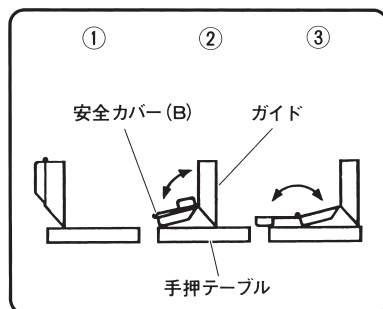

図 13
手押ガイドの前後に付いている安全カバーおよび安全カバー(B) (図1-ロ, 図2-ロ, 図13参照)は、身体がかんな刃に触れるのを防ぐものです。必ずかんな刃を覆うよう滑らかに動くことを確認してください。
**注** ・ ガイドを移動するとガイドの裏側にかんな刃が露出しますので、安全カバー(B)を図13のように動かして露出したかんな刃を覆ってください。